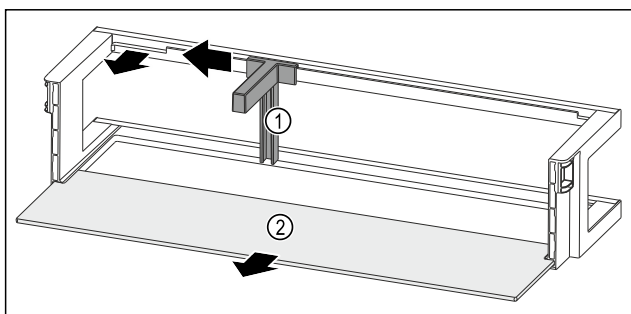

Fig. 98 Raft montat pe ușă cu suport pentru sticle și raft
- ▶ Împingeți în lateral suportul pentru sticle Fig. 98 (1) până la degajare.
- ▶ Extrageți suportul pentru sticle Fig. 98 (1).
- ▶ Extrageți raftul Fig. 98 (2).